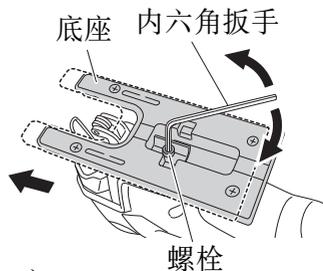

图 20
- (1) 松开底座上附著的六角形底座螺栓。
- (2) 将底座充分向前移动。（图 20）